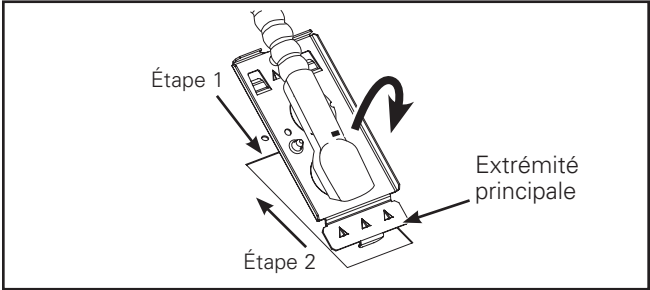

Figure 3.
- 4. Enlevez la plaque d'accès électrique et retirez les entrées défonçables de la plaque d'accès pour attacher le câble d'alimentation électrique (Figure 3).
- Étape 1: Pour insérer la plaque d'accès, faites-la pivoter jusqu'à ce que l'extrémité avant soit à l'intérieur du chemin de câble (Figure 3).